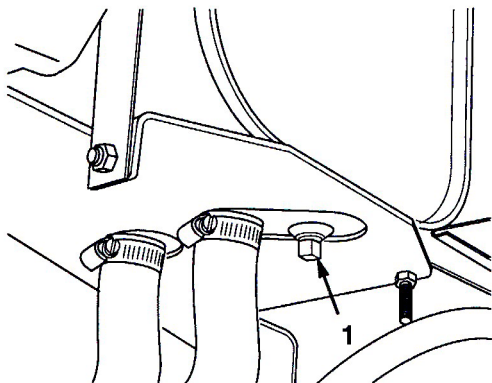

図 41
1. ドレンプラグ (図41) を外し、排出されるオイルを廃油受け容器に回収する。オイルが完全に抜けたらドレンプラグを取り付け、締めつける。